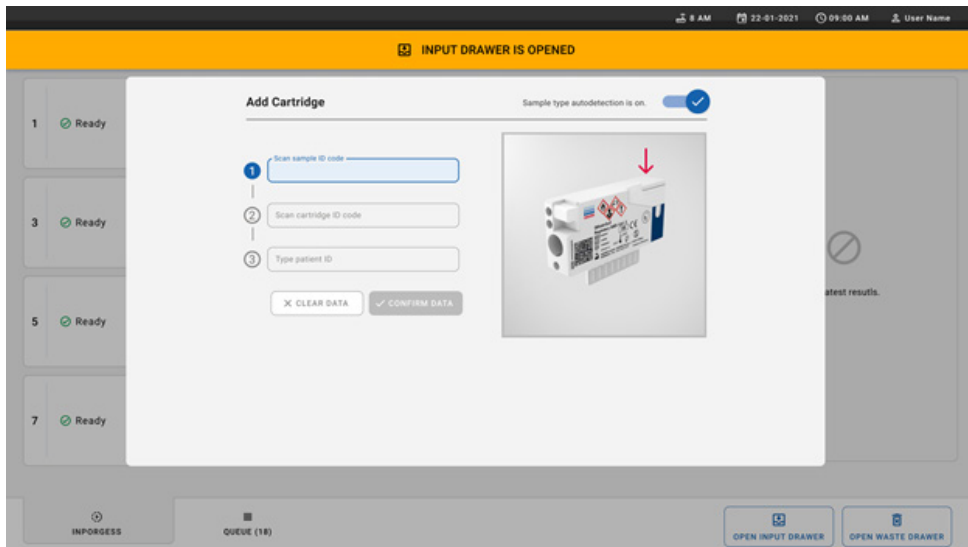

Figura 23. Schermata Scan sample ID (Scansione ID campione).
7. Viene visualizzata la finestra di dialogo **Add Cartridge** (Aggiungi cartuccia) e viene attivato lo scanner davanti allo strumento. Eseguire la scansione del codice a barre ID del campione sulla parte superiore della QIAstat-Dx Respiratory SARS-CoV-2 Panel Cartridge davanti allo strumento (posizione indicata dalla freccia) (Figura 23).